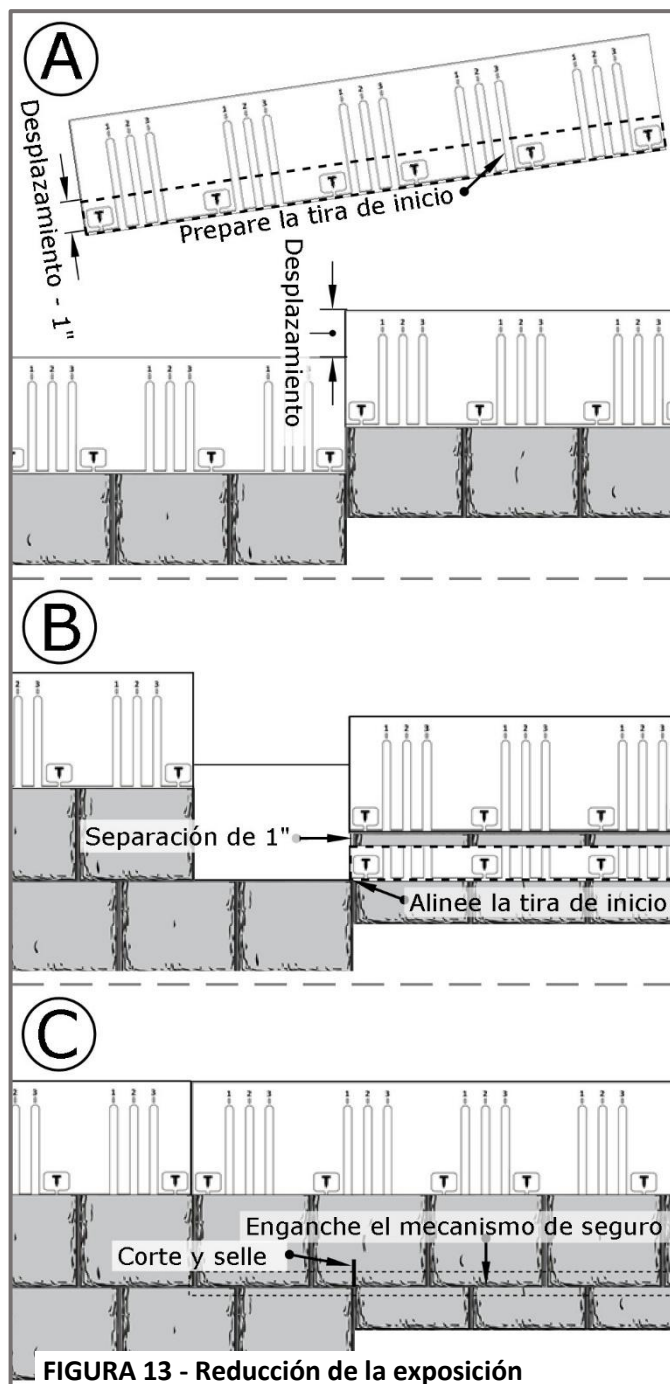

FIGURA 13 - Reducción de la exposición
- C.** Enganche el Seguro del Borde Frontal de la teja superpuesta en el Seguro de la Línea de Clavado de la tira de inicio. En algunos casos, enganchar este seguro puede resultar difícil por la diferencia de altura. Si es así, haga un corte en la parte frontal de la exposición y séllelo para garantizar la impermeabilidad utilizando sellador y adhesivo aprobados por F-WAVE. Continúe instalando las tejas asegurando cada borde frontal en su lugar. Vea la **Figura 13**.